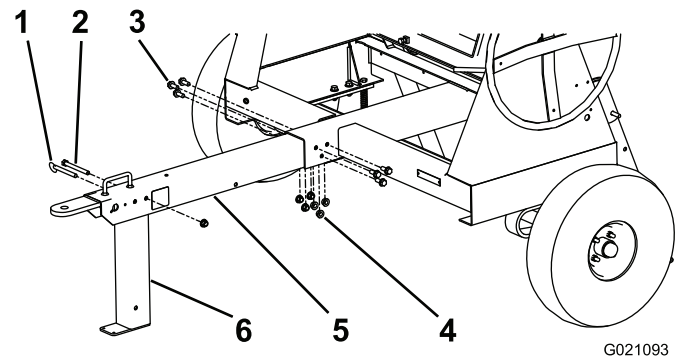

Figure 7
4. Placez la flèche dans l'ouverture à l'avant de la machine, et fixez-la avec 6 écrous et boulons courts serrés à 102 Nm (75 pi-lb); voir Figure 7.
5. Alignez le trou supérieur arrière du pied stabilisateur avant et le trou juste après la poignée à l'avant de la flèche (Figure 7).
6. Insérez le long boulon dans les trous et fixez-le avec un écrou serré à 102 Nm (75 pi-lb); voir Figure 7.
7. Insérez l'axe de chape pour bloquer le pied stabilisateur avant en position (Figure 7).